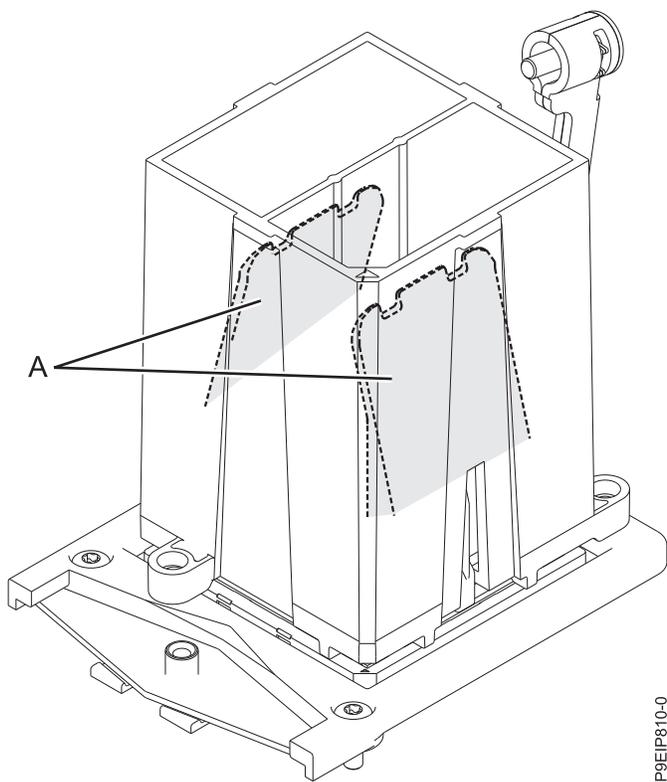

図 94. システム・プロセッサ・モジュール・ツールの取り外し
8. ツールとシステム・プロセッサ・モジュールの穴とガイド・ピンが正しく位置合わせされたら、しっかりと止まるまで、2 つの青色のリリース・タブ (A) をつかみ、まとめて保持します ( 88 ページの図 94 を参照)。次に、ツールを持ち上げてシステム・プロセッサ・モジュールから離します。